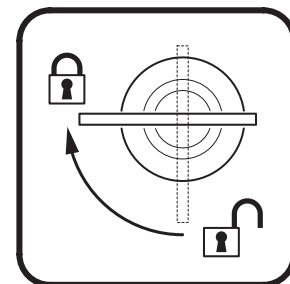

Bild 7: Schnellverschlüsse
4. Siehe Bild 7. Setzen Sie die Klemme auf zwei passende Montagepunkte in der Basis des Geräts. Führen Sie die Schnellverschlüsse ein und drehen Sie die Verschlüsse eine viertel Umdrehung im Uhrzeigersinn. Installieren Sie die zweite Klemme.